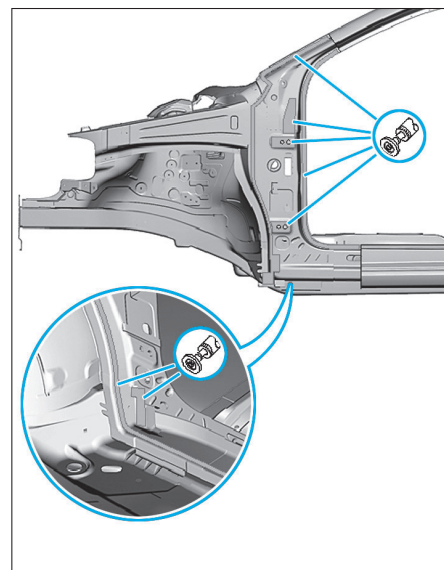

FIG. 26
- Retirer les morceaux de tôle restants (Fig.26).